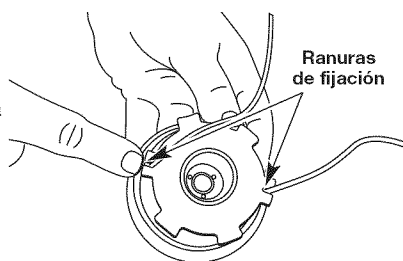

Fig. 18
7. Bobine las líneas en capas parejas y ajustadas sobre el carrete (Fig. 18). Bobine la línea en la dirección indicada en el carrete interior. Coloque su dedo índice entre las dos líneas para evitar que se superpongan. No superponga los extremos de la línea. Proceda al paso 12.